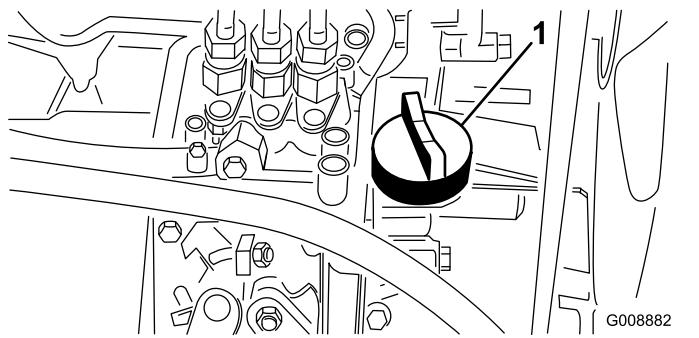

Figura 26
4. Se l'olio è insufficiente, togliete il tappo di rifornimento (Figura 26) e aggiungete lentamente piccole quantità di olio, controllando spesso il livello, finché non raggiunge il segno di pieno sull'asta.